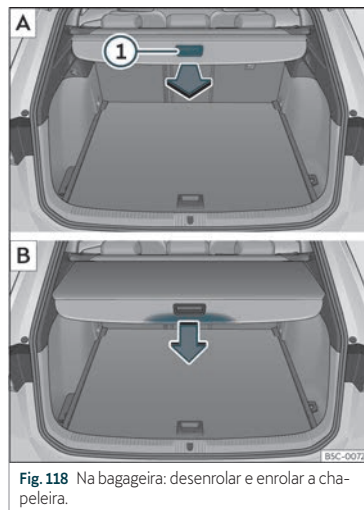

Fig. 118 Na bagageira: desenrolar e enrolar a chapeleira.
- Puxe uniformemente a chapeleira pela pega >>> **Fig. 118** ① [A] para trás e retire-a até ao limite até ouvir o som de encaixe.
- Pressione a pega da chapeleira no sentido da seta até desbloqueá-la >>> **Fig. 118** [B].